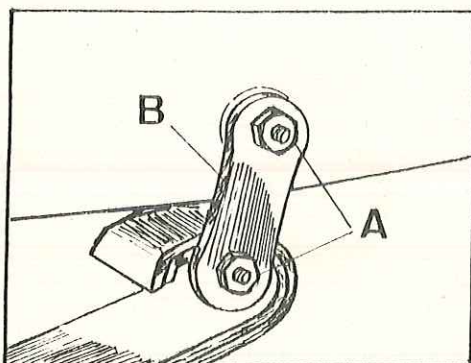
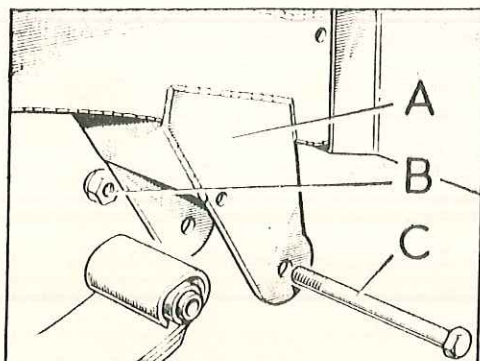

Fig. F-49 Gemelas de ballestas delanteras
Fig. F-50 Fijación delantera de las ballestas
- 1.7. Aflojar las tuercas y bulones, A (Fig. F-49) de las gemelas de ballestas delanteras y extraer los bulones, C (Fig. F-50) de los soportes delanteros.
- 2.2. Montar los bulones, C (Fig. F-50) en las ballestas, pero sin apretar los bulones y contratueras de los soportes delanteros, A (Fig. F-50) y gemelas, B (Fig. F-49).